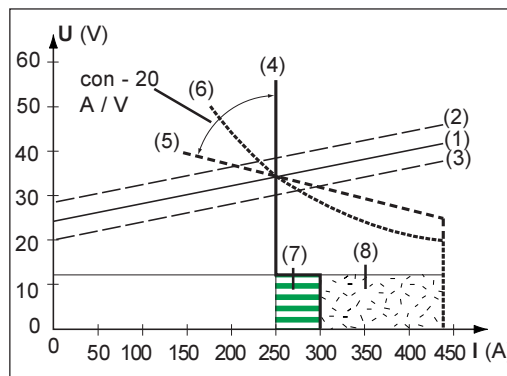

Fig. 26 Courbes caractéristiques sélectionnables avec la fonction Eln
- (1) ligne de charge pour baguette
- (2) ligne de charge pour baguette avec une longueur d'arc électrique supérieure
- (3) ligne de charge pour baguette avec une longueur d'arc électrique réduite
- (4) Courbe lorsque le paramètre "con" est sélectionné (courant de soudage constant)
- (5) Courbe lorsque le paramètre "0,1 - 20" est sélectionné (courbe descendante à inclinaison réglable)
- (6) Courbe lorsque le paramètre "P" est sélectionné (puissance de soudage constante)
- (7) Exemple de dynamique réglée lorsque la courbe (4) sélectionnée
- (8) Exemple de dynamique réglée lorsque la courbe (5) ou (6) est sélectionnée
**Explications détaillées (fig. 26)**